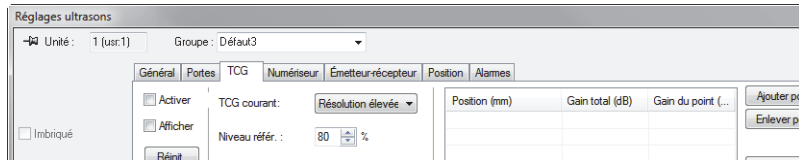

Figure 4-29 Onglet TCG de la boîte de dialogue Réglages Ultrasons
- b) Cliquez sur l'onglet **TCG** dans la boîte de dialogue **Réglages ultrasons**, et puis activez la case à cocher **Activer** (Figure 4-29 à la page 133).